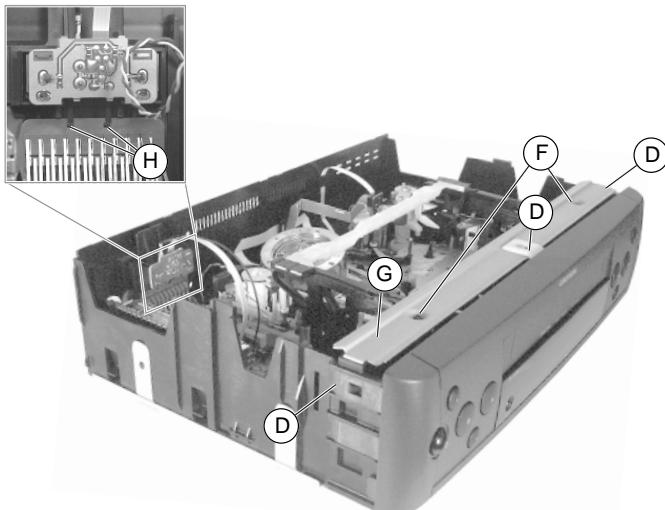

Fig. 3
- Dévisser les 2 vis **F** (Fig. 3) et retirer l'étrier **G** par le haut.
- Défaire les 2 crochets **H** (Fig. 3) et retirer le C.I. embases Line.
- Undo 2 screws **F** (Fig. 3) and raise the bracket **G** to remove it.
- Disengage the 2 catches **H** (Fig. 3) and pull out the Line socket board.
- Poser l'étrier **G** comme indiqué Fig. 3 sur le cadre du boîtier et le fixer à l'aide des 2 vis **F**.
- Attach bracket **G** to the cabinet frame as shown in Fig. 3 and fasten it with the 2 screws **F**.